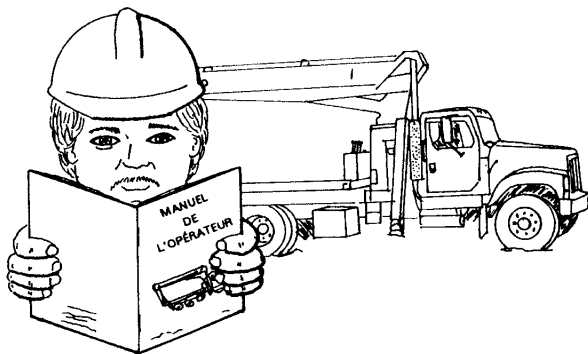

Figure 5
- Lire avec soin le manuel du fabricant, comprendre et observer les procédures d'opération sécuritaire et d'entretien préventif de l'appareil (figure 5).